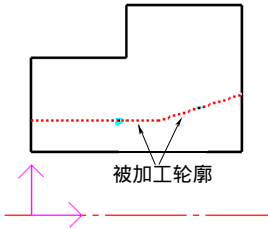

图 4-67 拾取被加工表面轮廓
- 当单击“粗车参数表”对话框中的“确定”按钮后，在状态栏中系统提示用户拾取被加工工件表面轮廓，单击立即菜单，在其下拉菜单中选取“单个拾取”方式，拾取被加工工件表面轮廓，如图 4-67 所示，单击鼠标右键结束被加工工件表面轮廓的拾取。